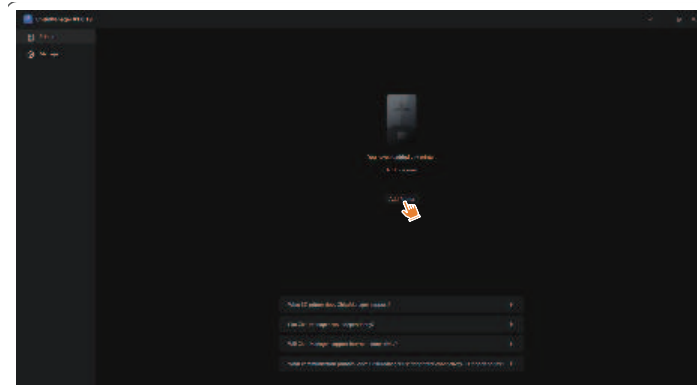

Figura 9: Adăugarea imprimantei
2. În Network Management Center, faceți clic pe **Add Printer** pentru a asocia imprimanta (computerul și imprimanta trebuie să fie în aceeași rețea locală). După asociere, imprimanta poate fi comandată de la distanță din program (vezi figura 9).